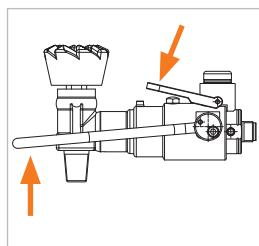

Figure 10
► Maintenez le dispositif de verrouillage (n° 8) appuyé en position inférieure et relevez ensuite l'actionnement (n° 1) vers le haut (*Figure 10*). La connexion à la vanne de la bouteille est ainsi desserrée et le connecteur peut être retiré en position droite par l'arrière.